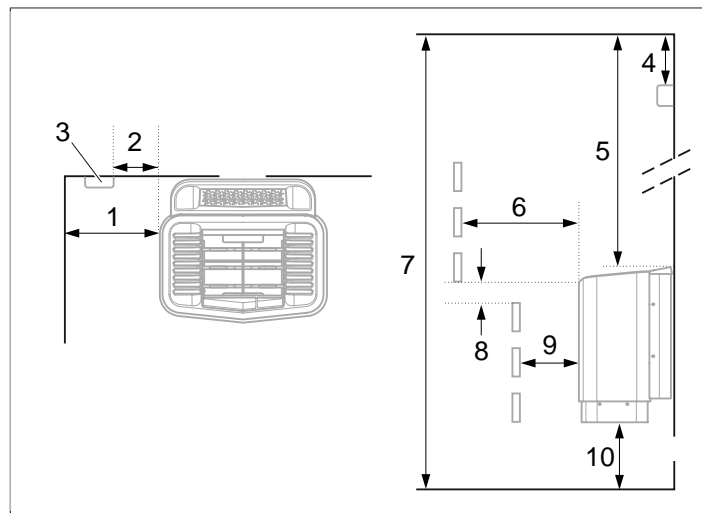
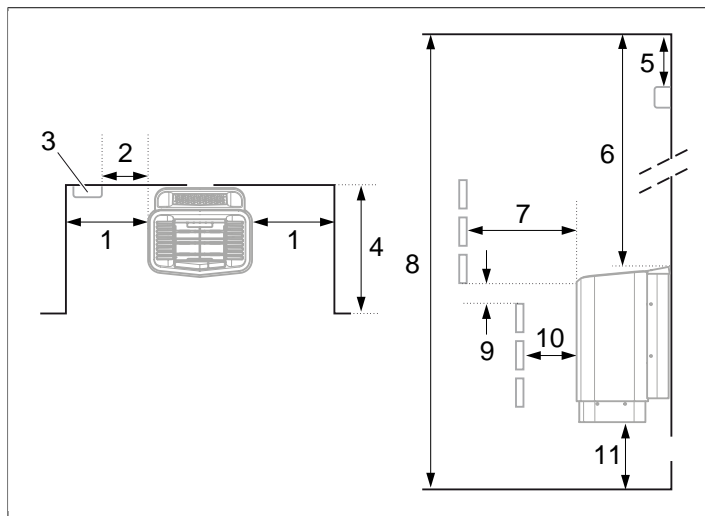

Fig 3: Placering av bastuaggregatet - normalmontage
Fig 5: Placering av bastuaggregat - nischmontage
- Planera sensorns placering (se **Fig 3**, sidan 2 samt **Fig 5**, sidan 3).
- på samma vägg som dörren (endast i undantagsfall på sidoväggen, men då mycket nära dörrväggen). Aggregatet kan också placeras i nisch (se **Fig 5**, sidan 3).
- på säkert avstånd till golvet, sidoväggar och inredning (se **Fig 3**, sidan 2).
Placera sensorn enligt bilden (se **Fig 3**, sidan 2).
1. Placera aggregatet på säkert avstånd till golvet, sidovägg och inredning (se **Fig 5**, sidan 3).
2. Placera sensorn enligt bilden (se **Fig 5**, sidan 3).